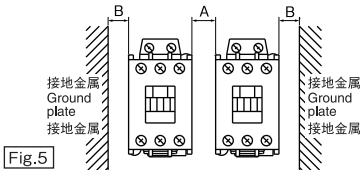
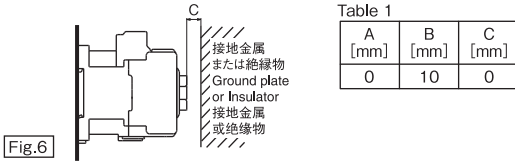

Fig.5
Fig.6
4. 取付スペース (Fig.5, 6)
4. Mounting space (Fig.5, Fig.6)
4. 安装预留位置 (Fig.5, 6)